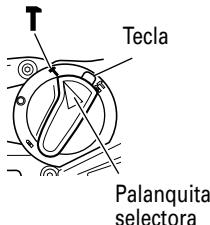

Fig. 20
Este martillo perforador podrá ajustarse al modo de percusión solamente presionando el pulsador y girando la palanca de cambio hasta la marca **T**. (Fig. 20)
- (3) Gire la palanca de cambio hasta la marca **T**. (Fig. 20)